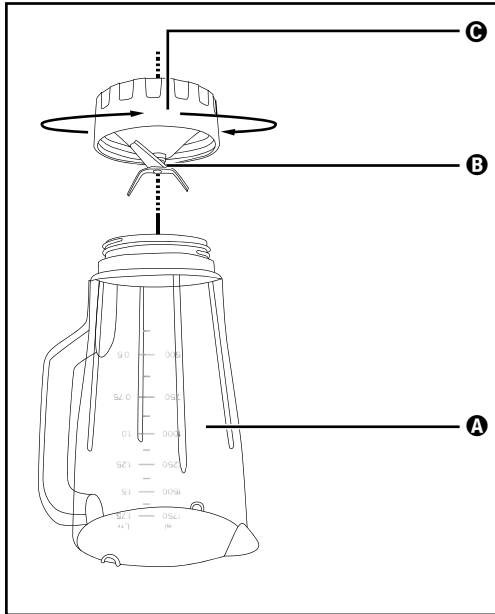

Abb. 3
- 2) Stellen Sie das Gerät auf den Kopf und drehen Sie das untere Plastikteil ③ des Mixaufsatzes ③ gegen den Uhrzeigersinn, so dass es sich vom oberen Plastikteil ③ des Mixaufsatzes ③ lösen lässt (siehe Abb. 3).